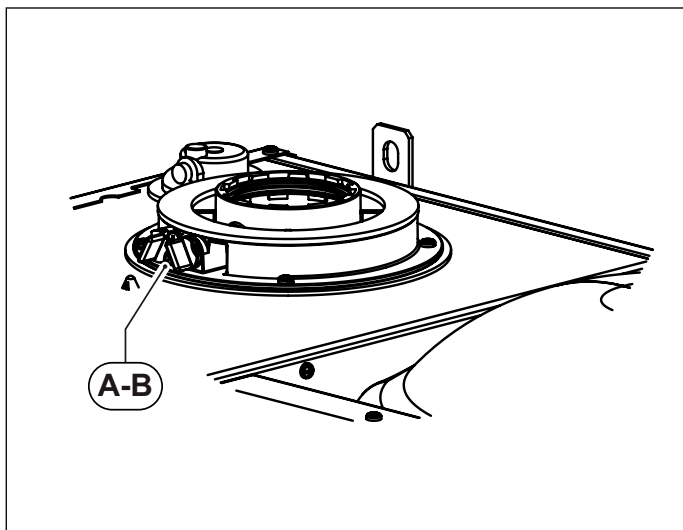
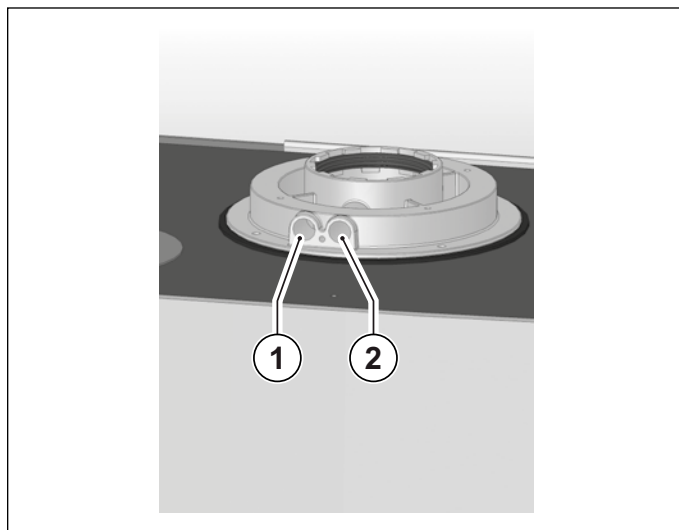

Fig. 13 Posición tapones
Fig. 14 Posición orificios
La caldera cuenta con una torre para la conexión de la tubería de aspiración del aire/evacuación de humos (ver Fig. 13 Posición tapones y Fig. 14 Posición orificios).
En la torre han sido preparados orificios para el acceso directo del aire de combustión y a la evacuación de los humos (ver Fig. 14 Posición orificios).
Antes de efectuar las mediciones quitar los tapones **A** y **B** de los orificios preparados sobre la torre (ver Fig. 13 Posición tapones).
- medida del aire comburente tomada en el agujero específico **1** (ver Fig. 14 Posición orificios).
- medición de la temperatura de los humos y del CO₂ tomada en el orificio **2** (ver Fig. 14 Posición orificios).